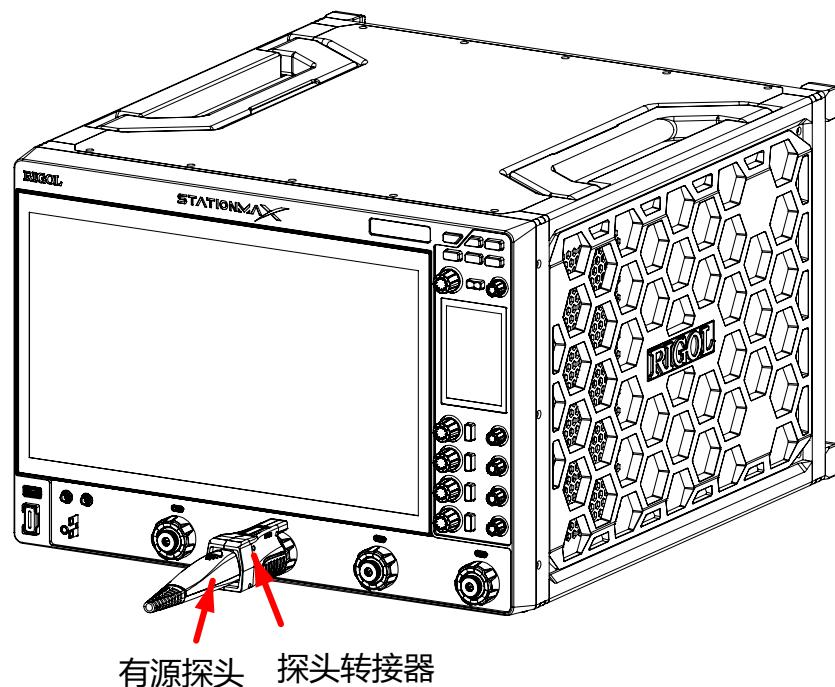

图 4.6 连接有源探头
2. 将有源探头放大器的另一端通过探头转换器连接至示波器前面板的模拟通道输入端，如 图 4.6 所示。注意将探头推到紧闭的位置。